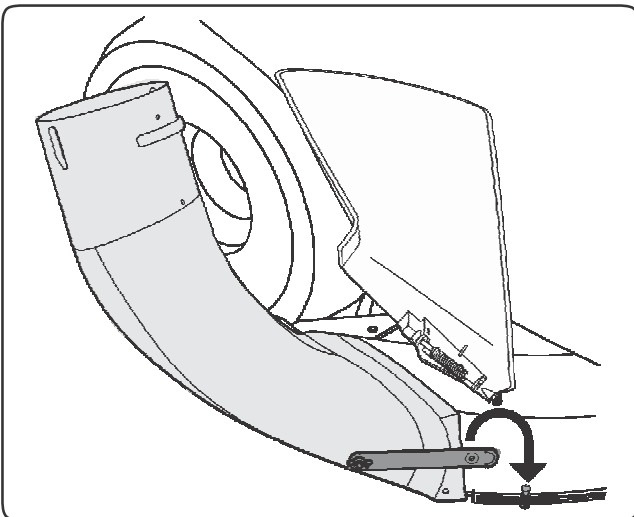

Figure 4-23
12. Säkra utkastarröret genom att häkta fast gummi staget i kulle som monterades i tidigare anvisning. Se Fig. 4-23.